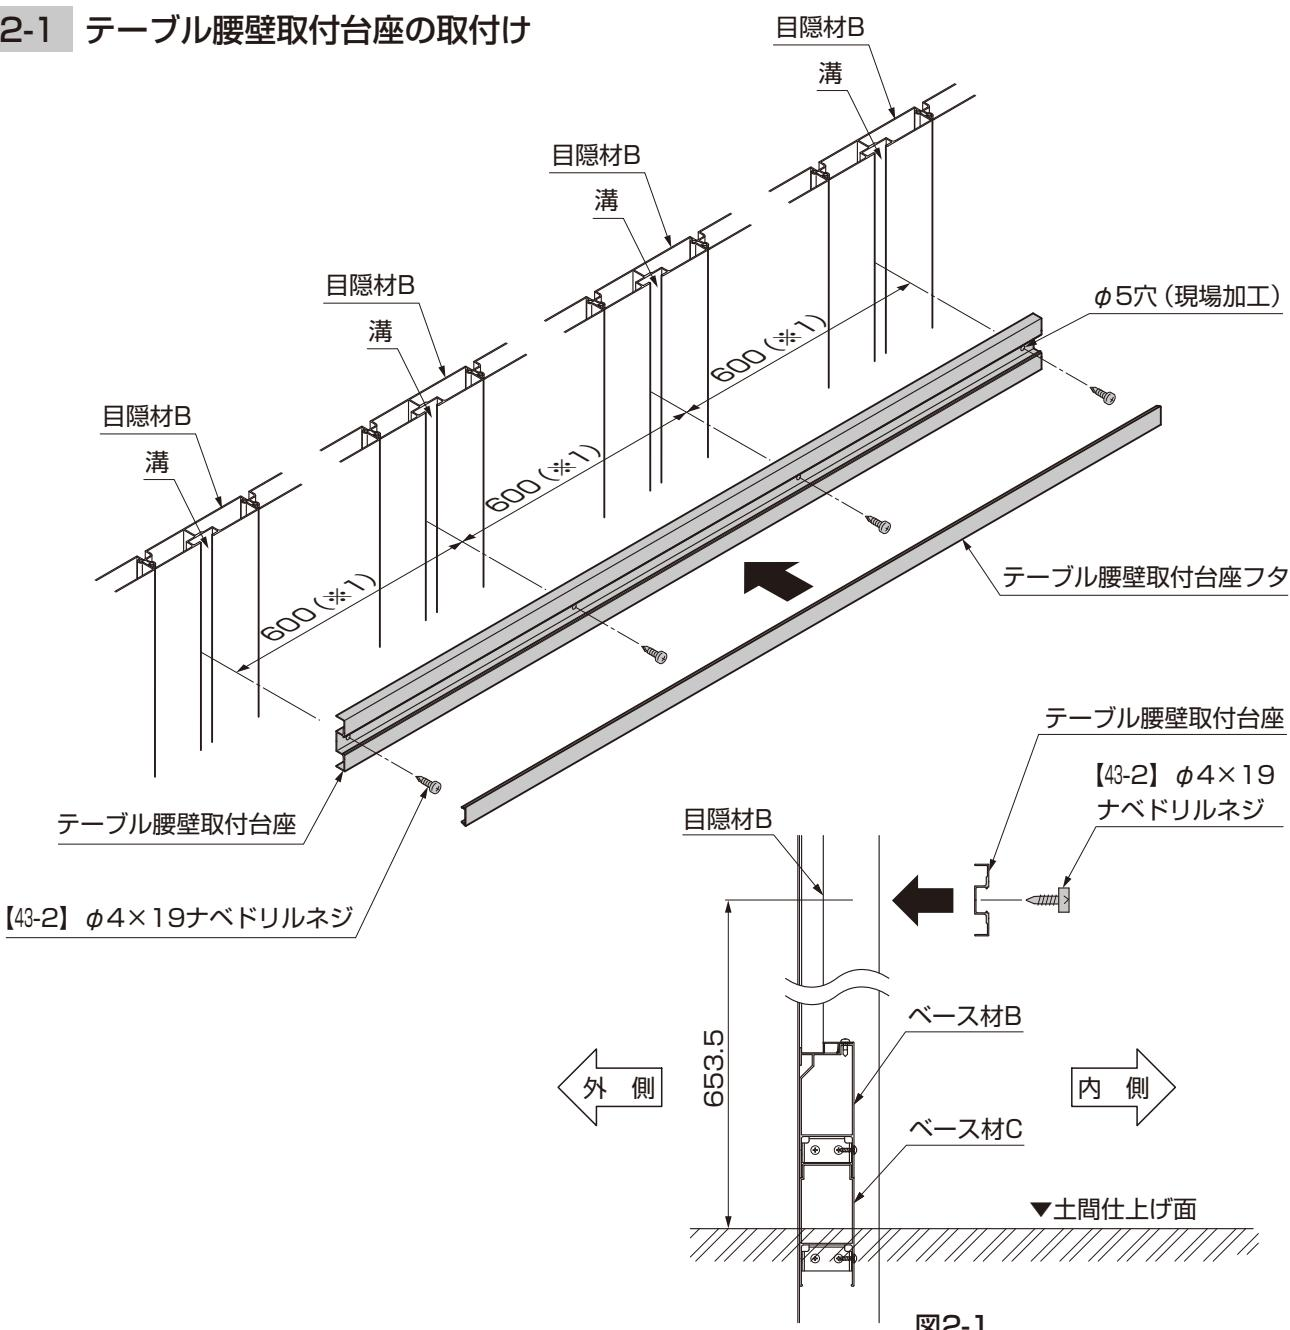

図2-1
- テーブル腰壁取付台座の高さは、土間仕上げ面より653.5mmにしてください。（図2-1参照）
②テーブル腰壁取付台座フタをテーブル腰壁取付台座にはめ込んでください。